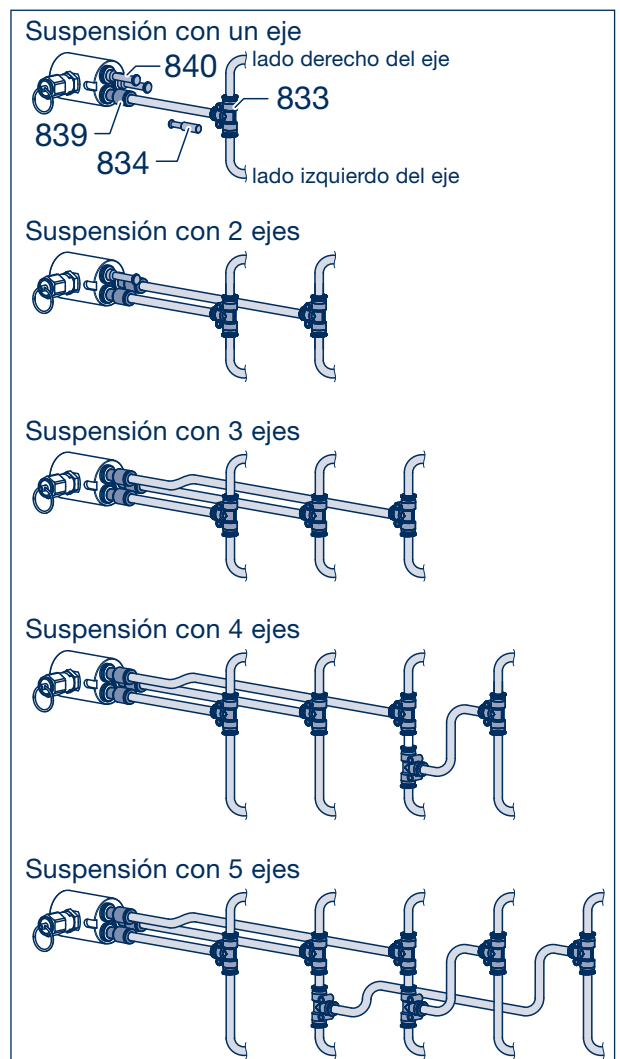

Figura 14
- [2] Introduzca los adaptadores (839) en la salida de presión de la Control Box.
- [3] Las salida de aire a presión que no se usen deben sellarse con una tapón ciego (840).
- [4] Retire los tapones ciegos (834) de la pieza en forma de T AirSave (833).
- [5] Introduzca las líneas de aire a presión en los adaptadores de la Control Box y realice la conexión al eje con la pieza en forma de T AirSave. Si el vehículo tiene más ejes, se debe integrar una pieza en forma de T adicional por cada circuito neumático, (véase la figura 14).